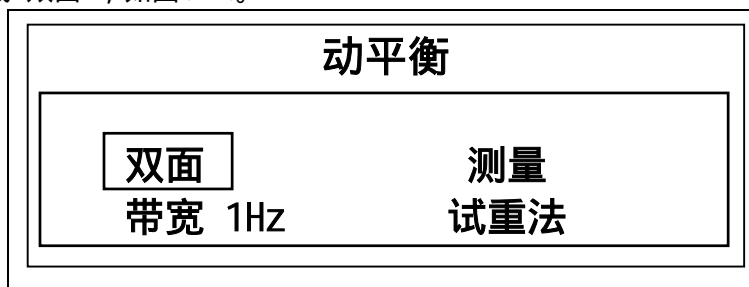

图4-14
(1) 在动平衡菜单（图4-6）中，将光标移动到<单面>，按动|+|键将其变换成<双面>，如图4-14。